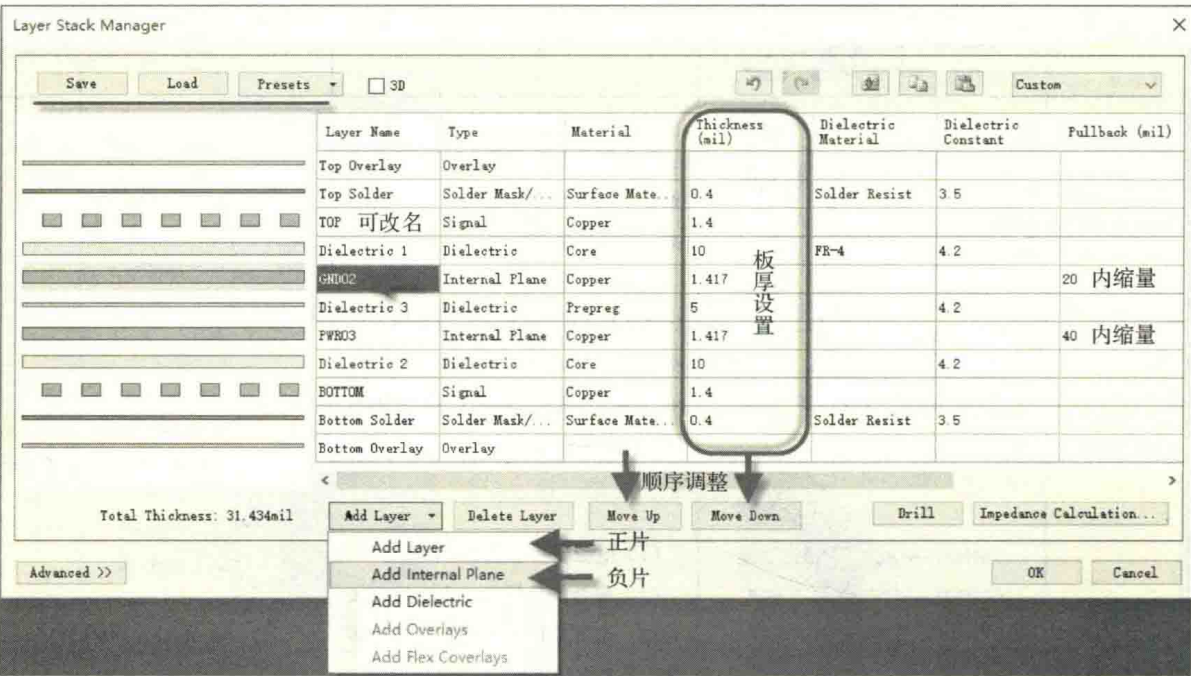

图 7-38 叠层管理器
(1) 执行菜单命令“Design-Layer Stack Manager”或按快捷键“DK”，进入如图 7-38 所示的叠层管理器，进行相关参数设置。